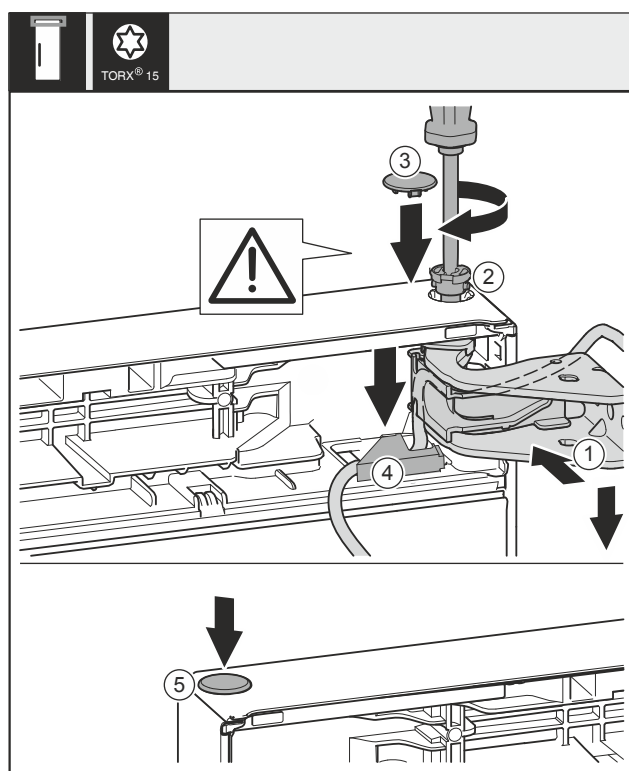

Fig. 44
- Indjuster døren foroven i forhold til åbningen i hængslet Fig. 44 (1).
- Indsæt boltten Fig. 44 (2), og skru den fast med en skrue-trækker.
- Monter sikringsafdækningen til sikring af døren: Indsæt sikringsafdækningen Fig. 44 (3), og kontrollér, om den hviler på døren. Ellers sættes boltten helt ind.
- Indsæt afdækningen Fig. 44 (4), og tryk den ned, til den går i indgreb.
- Indsæt proppen Fig. 44 (5).